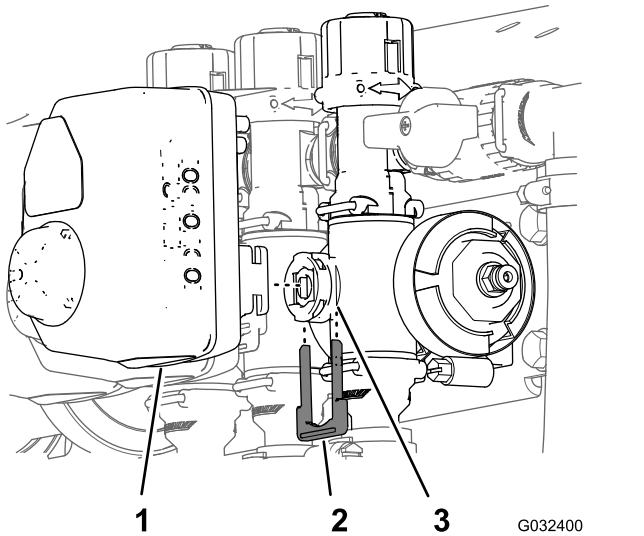

図 56
- アクチュエータを個別ブームバルブアセンブリのマニホルドに固定しているリテーナを外す 図 56。
2. マニホールドバルブからアクチュエータを取り外す 図 56。